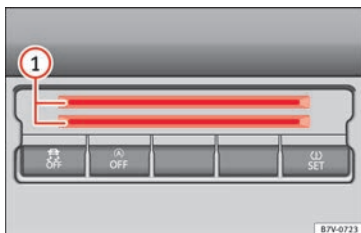

Fig. 180 Partie inférieure de la console centrale : rangement pour cartes.
Dans la partie inférieure de la console centrale se trouve un rangement » **fig. 180** ① pour de la monnaie, des cartes, des tickets de parking ou autres.